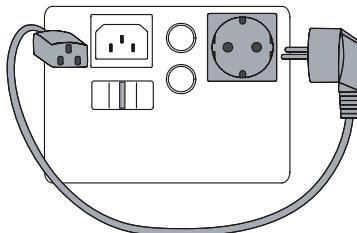

Abbildung 9. Prüfung von Kaltgeräteleitungen
- 1  Schließen Sie die zu prüfenden Leitung an, wie auf dem Tester dargestellt, siehe Abb. 9.